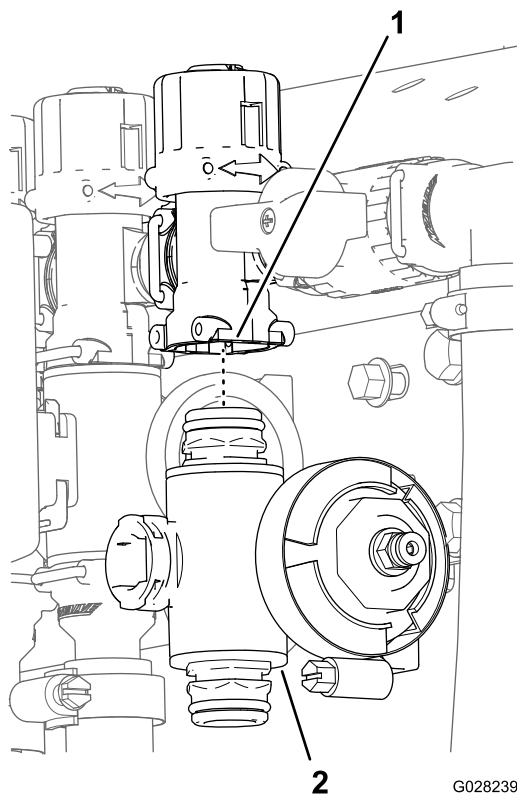

図 96
3. 左ブームまたは右ブームバルブの場合は、バルブをバルブマウントに固定しているフランジヘッドボルトとフランジロックナットを外してバルブマニホールドを機体から取り出す。右ブームバルブの場合は、機体からブーム用のバルブマニホールドを取り出す 図 96。